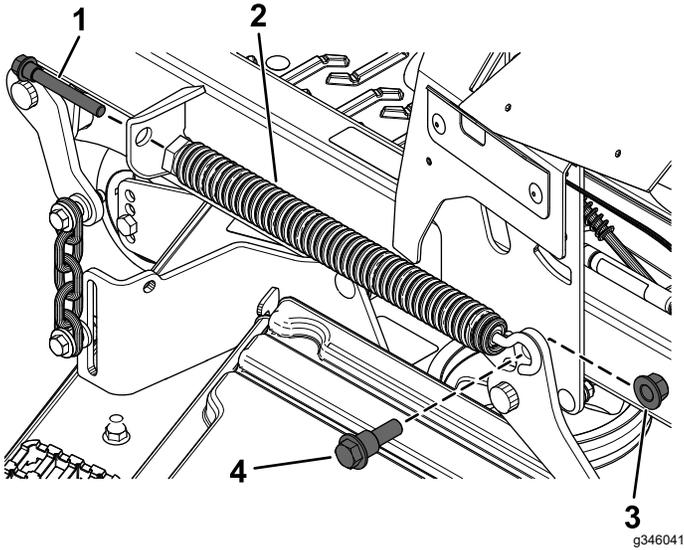

Figure 6
1. Déposez le boulon qui fixe l'avant du ressort de levage du plateau (Figure 6).
- Retirez le boulon à épaulement et le contre-écrou ( $\frac{1}{2}$ " ) qui fixent l'arrière du ressort de levage du plateau (Figure 6).
- Déposez le ressort de levage du plateau (Figure 6).